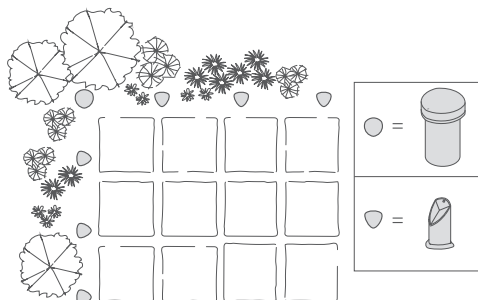

Figure 1
- Chaque enceinte semi-enterrée couvre une zone d'écoute d'environ de 4 à 13 mètres carrés (50-150 pieds carrés). Assurez-vous d'utiliser suffisamment d'enceintes semi-enterrées de la série BL pour fournir une couverture et un volume adéquats. Voir l'exemple d'installation à la Figure 1.